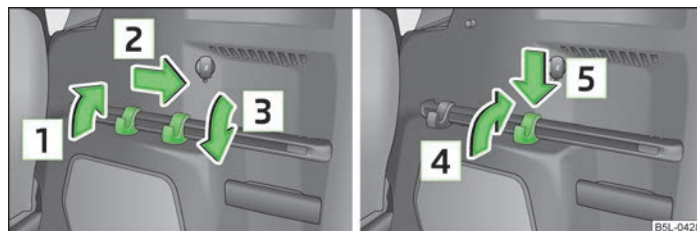

Fig. 57 Maletero: listón de fijación con gancho deslizable/desmontar gancho
A ambos lados del maletero se encuentra un listón de fijación con dos ganchos deslizables cada uno para enganchar pequeñas piezas de equipaje como, p. ej., bolsas, etc. » fig. 57.
- Mover hacia arriba el gancho en dirección de la flecha **1** » fig. 57 hasta un ángulo de aprox. 45°.
- Doblar el gancho en la dirección de la flecha **4** » fig. 57 hasta que se suelte. ▶
- Colocar el gancho en el listón de fijación en posición vertical en la dirección de la flecha [5] » fig. 57 y presionarlo ligeramente.
- Abatir el gancho del listón de fijación hacia arriba en la dirección de la flecha **1** » fig. 57 de la página 67.